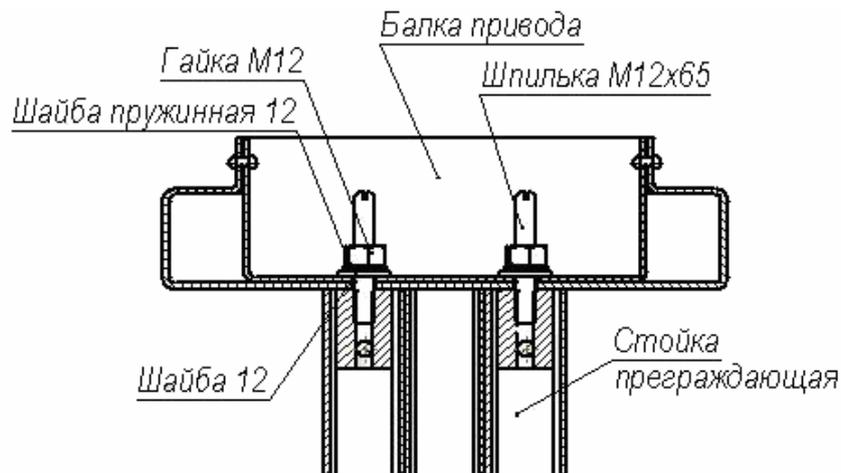

Рисунок 14. Крепление балки привода (13) к стойке преграждающей (3)
- 9.1. Вверните две шпильки М12×65 в верхнюю часть преграждающей стойки (3) (см. рис. 14).
- 11.4. Наденьте балку на две шпильки, расположенные на преграждающей стойке, наденьте на каждую шпильку шайбу 12, затем шайбу пружинную 12 и зафиксируйте положение балки двумя гайками М12 (см. рис. 14), накрутив их до середины выступающей части шпилек.